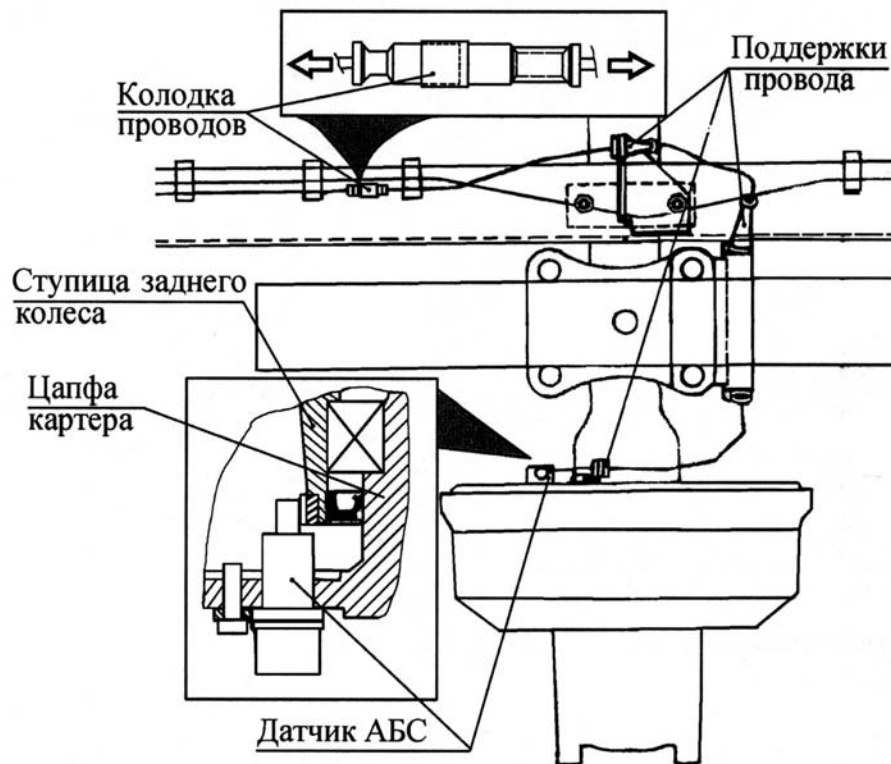

Рис. 8.3.12. Замена датчика АБС задних колес
- разъединить колодку проводов жгута АБС и датчика (рис. 8.3.12);